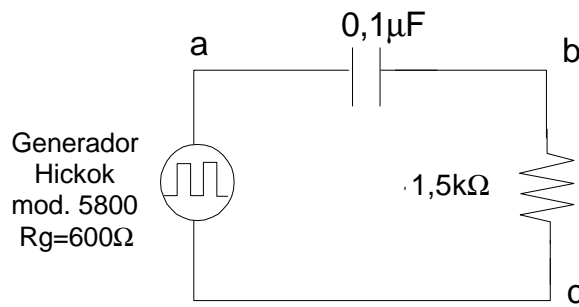

Figura 3.3
5. En el circuito de la figura 3.3, el generador de señal cuadrada está conectado a un circuito “diferenciador”; determinar la constante de tiempo del circuito. Encontrar la relación que existe entre la señal V_{AC} (salida del generador) y la señal V_{BC} (en la carga R_L). Dibujar la forma de ambas ondas en las cuadrículas para tal fin, usando las mismas escalas de tiempo para ambas. ¿Cuales son las condiciones para que un circuito se comporte como un diferenciador?
Monte el circuito de la figura 3.3 y ajustar el generador de señales a una frecuencia de 200Hz. Conecte el osciloscopio entre los bornes de la carga $R_L=1,5k\Omega$, y tomar las medidas para determinar: período, frecuencia y el valor de la amplitud pico a pico. Dibujar la forma de onda obtenida. ¿En base a la forma de onda observada ¿Qué nombre recibiría este circuito?. Explique.